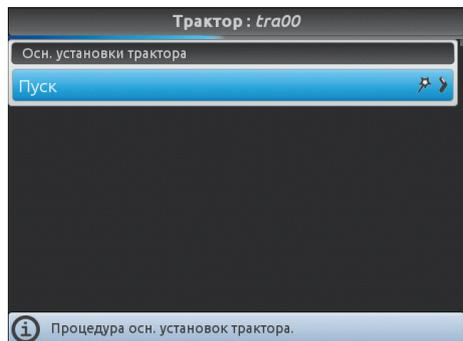

Рис. 38
- Нажмите **ESC**, чтобы вернуться в меню **Установки**. Выберите пункт **Трактор** и перейдите к управляемому программированию Рис. 38.